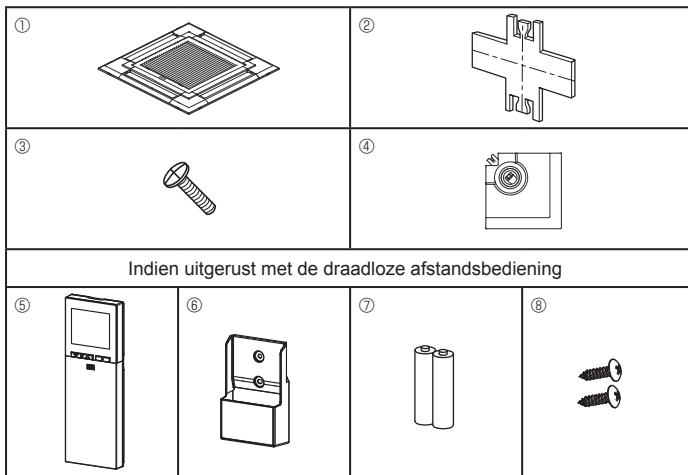

Fig. 9-1
9.1. De inhoud controleren (Fig. 9-1)